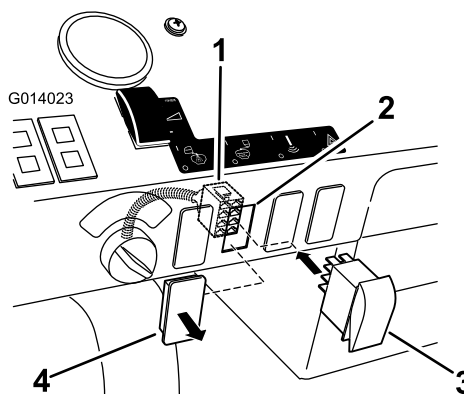

Figura 29
1. Localice el tapón del interruptor del eyector en el salpicadero (Figura 29). Es el segundo tapón contando desde la llave de contacto.
2. Retire el tapón del salpicadero (Figura 29).
4. Instale el interruptor en el conector cuadrado, a través del salpicadero, con el LED del interruptor hacia arriba (Figura 29).